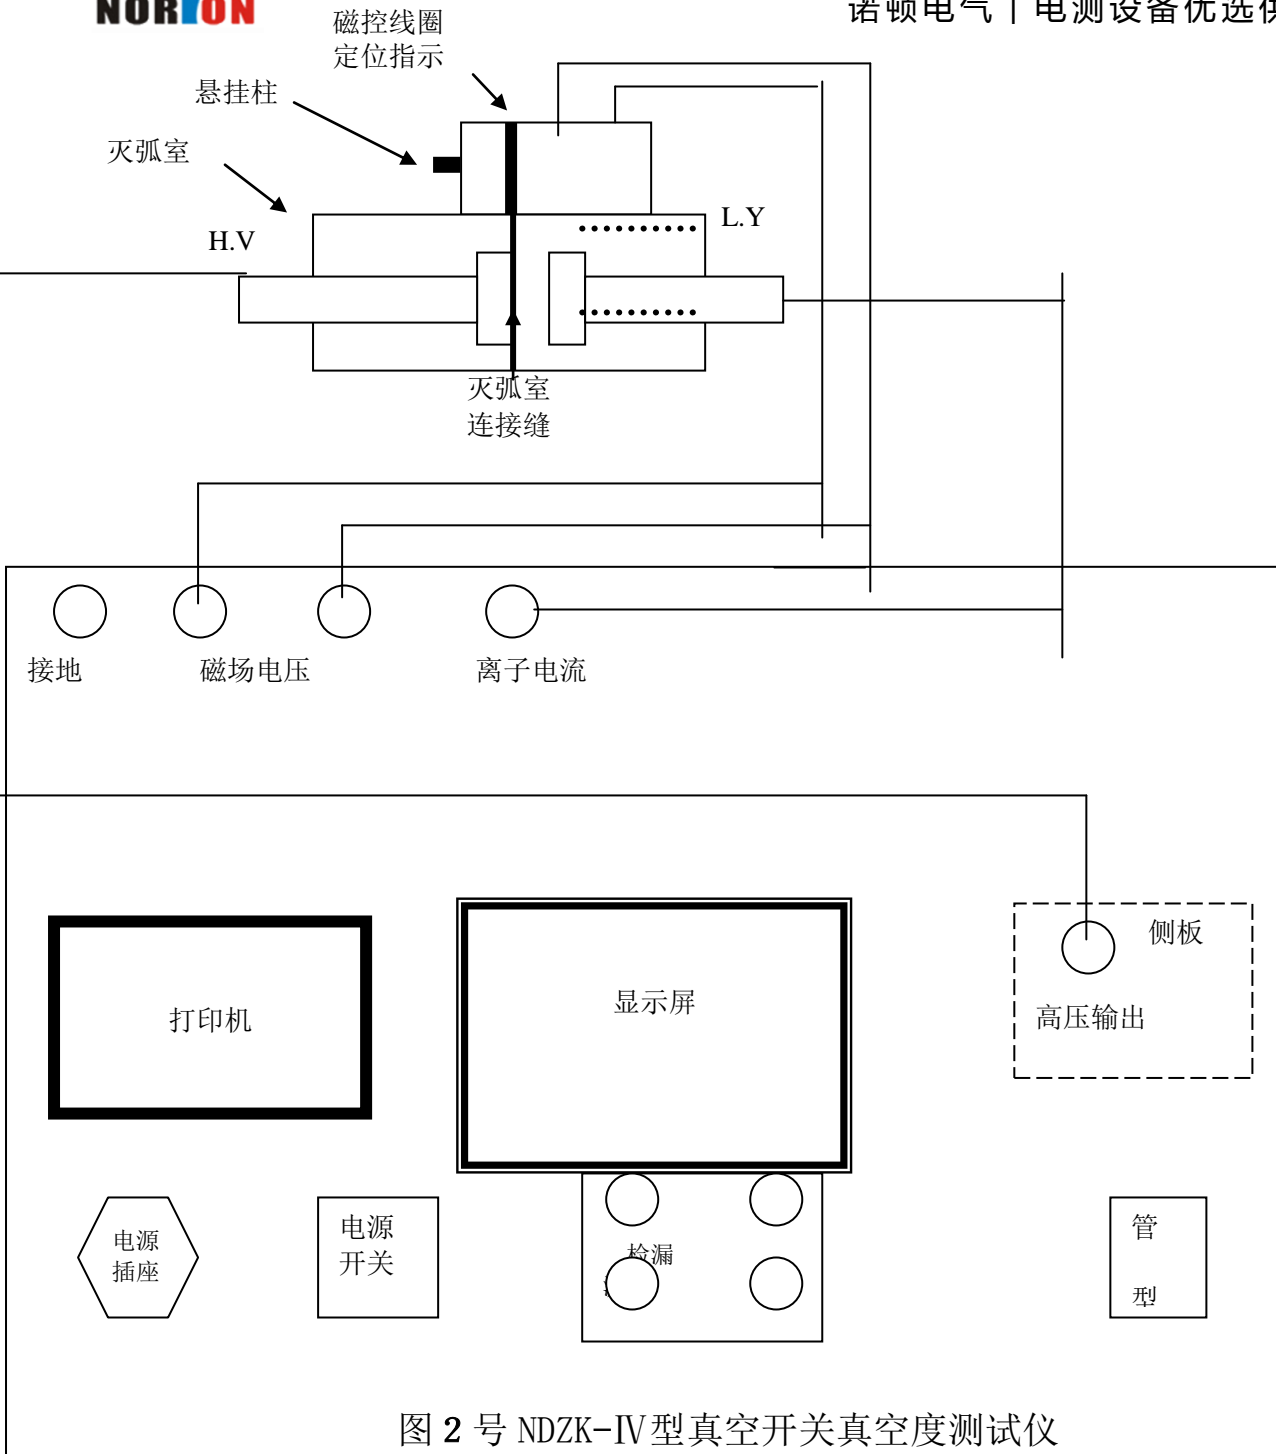

图 2 号 NDZK-IV型真空开关真空度测试仪
1、仪器面板及连线说明仪器面板如图 2 所示，检漏键用于对真空管真空度进行初步的判断，测量键用于施加高压及强电磁场对真空管真空度进行定量测试。在仪器背板上左边有一个高压输出端子，可用高压线连到真空管的一个触头上。离子电流输入端连接到真空管的另一个触头上。磁场电压两输出端应接到励磁线圈的两个接线端子上。接地端用于仪器外壳的保护接地。管型输入拔码开关用于输入灭弧室的管型，灭弧室的管型由其管径及励磁线圈的型式决定。
(1) 将真空弧室开距，并清洁其表面，然后按图 2 所示悬挂好励磁线圈，并连接好连线，并通过拔码开关输入灭弧室管型。